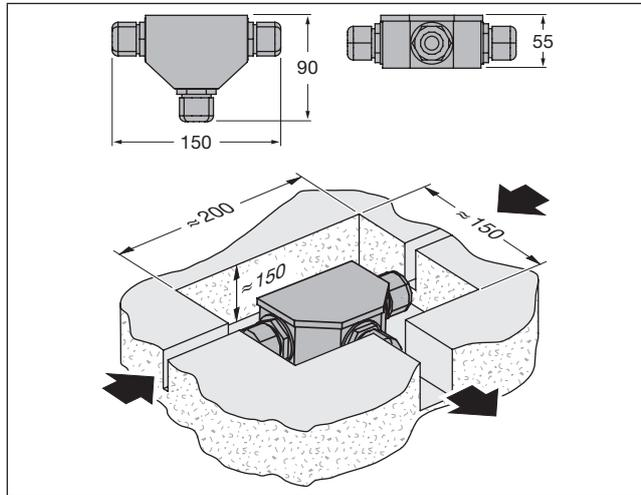

Abb. 3
- Induktionsschleifen sind mit einer Anschlussdose ausgestattet, an der die Verbindungsleitung für die Signalübertragung zur Steuerung angeschlossen ist. Die Verbindungsleitung besteht aus einem unempfindlichen Spezialkabel mit einer Standardlänge von 15 m. Sie können auch Induktionsschleifen mit längerer Verbindungsleitung bestellen (**Abb. 3**).